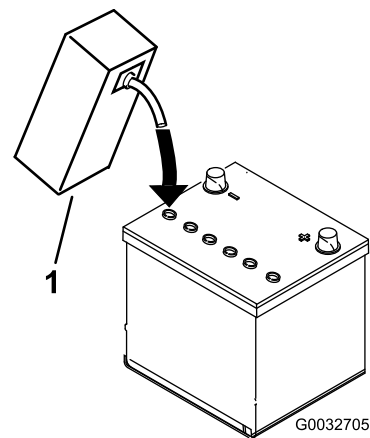

図 6
3. 各セルの電極板が液面下 6 mm 程度に水没するまで、電解液を慎重に入れる 図 6。
4. 電極板が液を吸収するまで20-30分間程度待つ。必要に応じて、電極板が 6 mm 程度水没するぐらいに電解液を補充する 図 6。